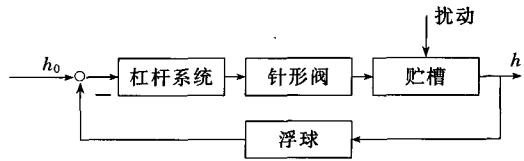

图 1-8 贮槽水位控制系统方块图
(2) 贮槽水位控制系统方块图如图1-8所示。
(3) 当贮槽的出水量突然增大,出水量大于入水量,使水位下降,浮球随之下移,通过杠杆装置带动针形阀下移,增大了进水量,使出水量与入水量之差随之减小水位下降变缓,直至进水量与出水量又相等,水位停止下降,重新稳定,实现了水位控制。